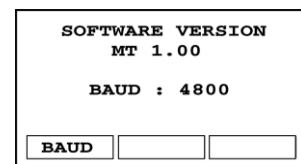

Fig.39. Baudratemeny
1. Tryck SET UP tangenten och håll den intryckt i ca. 2s tills baudratemenyn visas (se fig. 39):